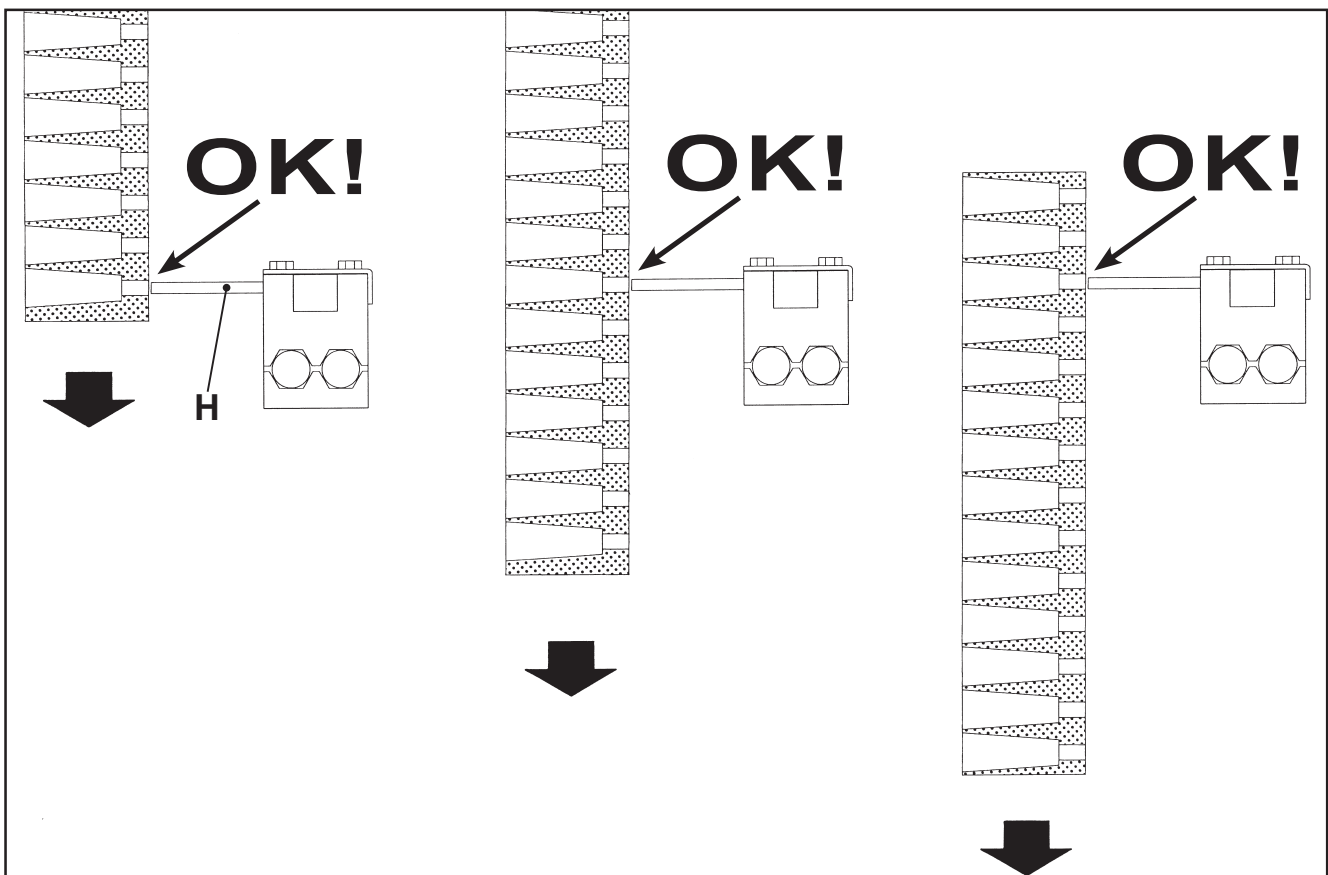

Fig. 2
- Appuyer sur START SIMULATION **(G)**, le chariot commencera à descendre par échelons; durant cette phase, vérifier de l'arrière que les pivots des expulseurs **(H)** soient alignés avec le trou inférieur de l'alvéole, ceci pour toutes les lignes horizontales du panneau (**Fig. 2**).
- Pulsar START SIMULATION **(G)**, el carro comenzará a descender escalonadamente; en esta fase, comprobar visualmente desde la parte de atrás que los pernos de los expulsores **(H)** estén alineados con el orificio inferior del alvéolo en todas las líneas horizontales de la bandeja (**Fig. 2**).